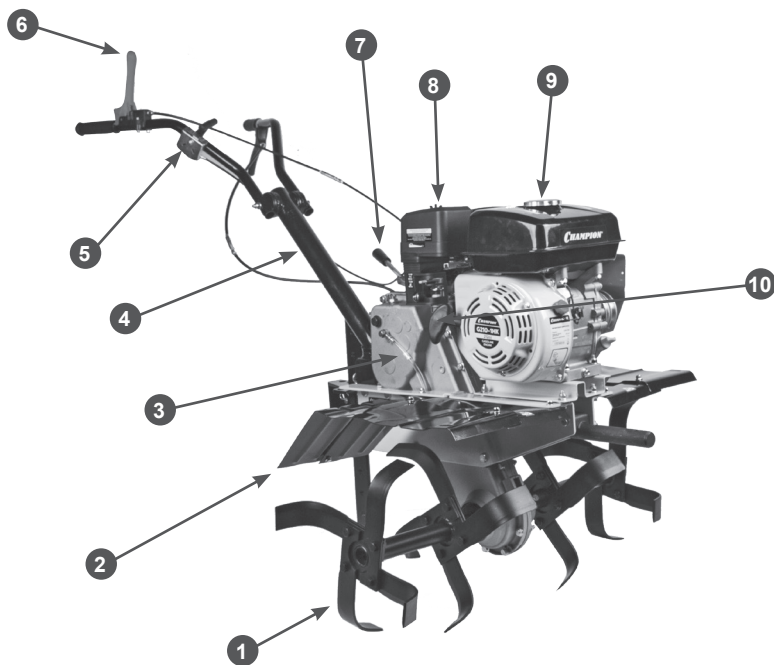

Рис. 1 Основные узлы и органы управления (вид справа)
Расположение основных узлов и органов управления представлено на Рис. 1, 2.
5. Установите правое и левое защитные крылья 2 (Рис. 1) и закрепите их болтами и гайками.